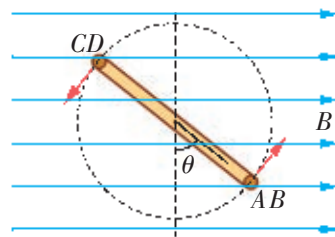

图 2-10 线圈平面从与磁感线垂直的位置转过角度 θ 时的正视图
在发电机线圈转动过程中,当线圈平面从与磁感线垂直的位置转过角度 θ 时(图 2-10),线圈中产生的感应电动势是
5. 设在图 2-10 中,矩形线圈的 AB 边长为 50 cm ,在磁感应强度为 0.1 T 的匀强磁场中匀速转动, AB 边和 CD 边的线速度均为 4 m/s 。求线圈平面跟磁感线平行时,线圈中产生的感应电动势。若线圈与外电路连接后,全电路的总电阻值为 $0.2\ \Omega$,则线圈在此位置时,电路中电流的瞬时值为多大?